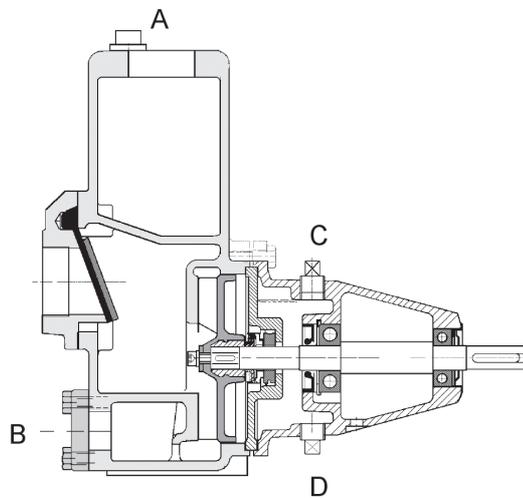

Abbildung 6:
- Die Pumpe über die Füllöffnung oben auf der Pumpe mit der zu pumpenden Flüssigkeit füllen, bis die Flüssigkeit überläuft (siehe Abbildung 6). Never allow the seal to run dry!